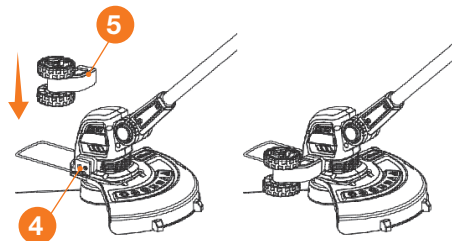

Рис. 4
- Установите дистанционные колеса **5** на изделие вставив их в крепление **4** на корпусе (Рис. 4).